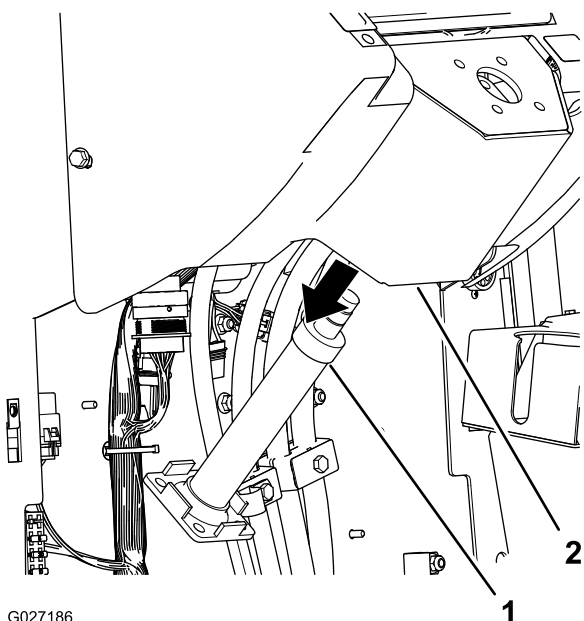

Figura 6
6. Mueva la columna de dirección fija hacia abajo y hacia fuera, separándola del soporte, y retire la columna de dirección de la máquina (Figura 6).